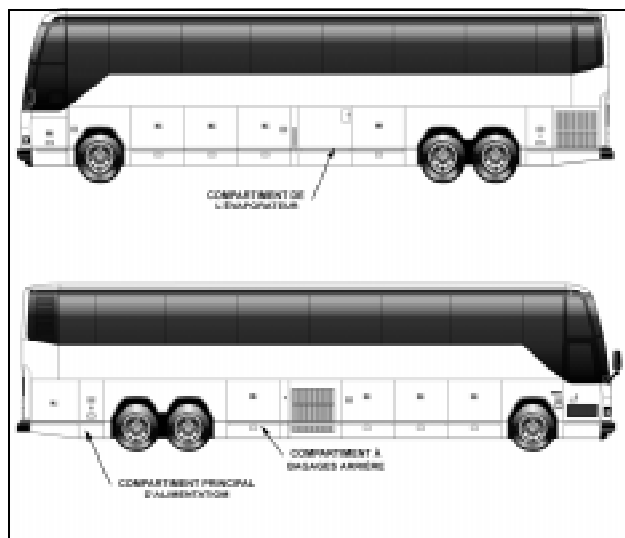

Figure 1 : localisation des compartiments
- Ouvrir la porte du compartiment principal d'alimentation (figure 1)